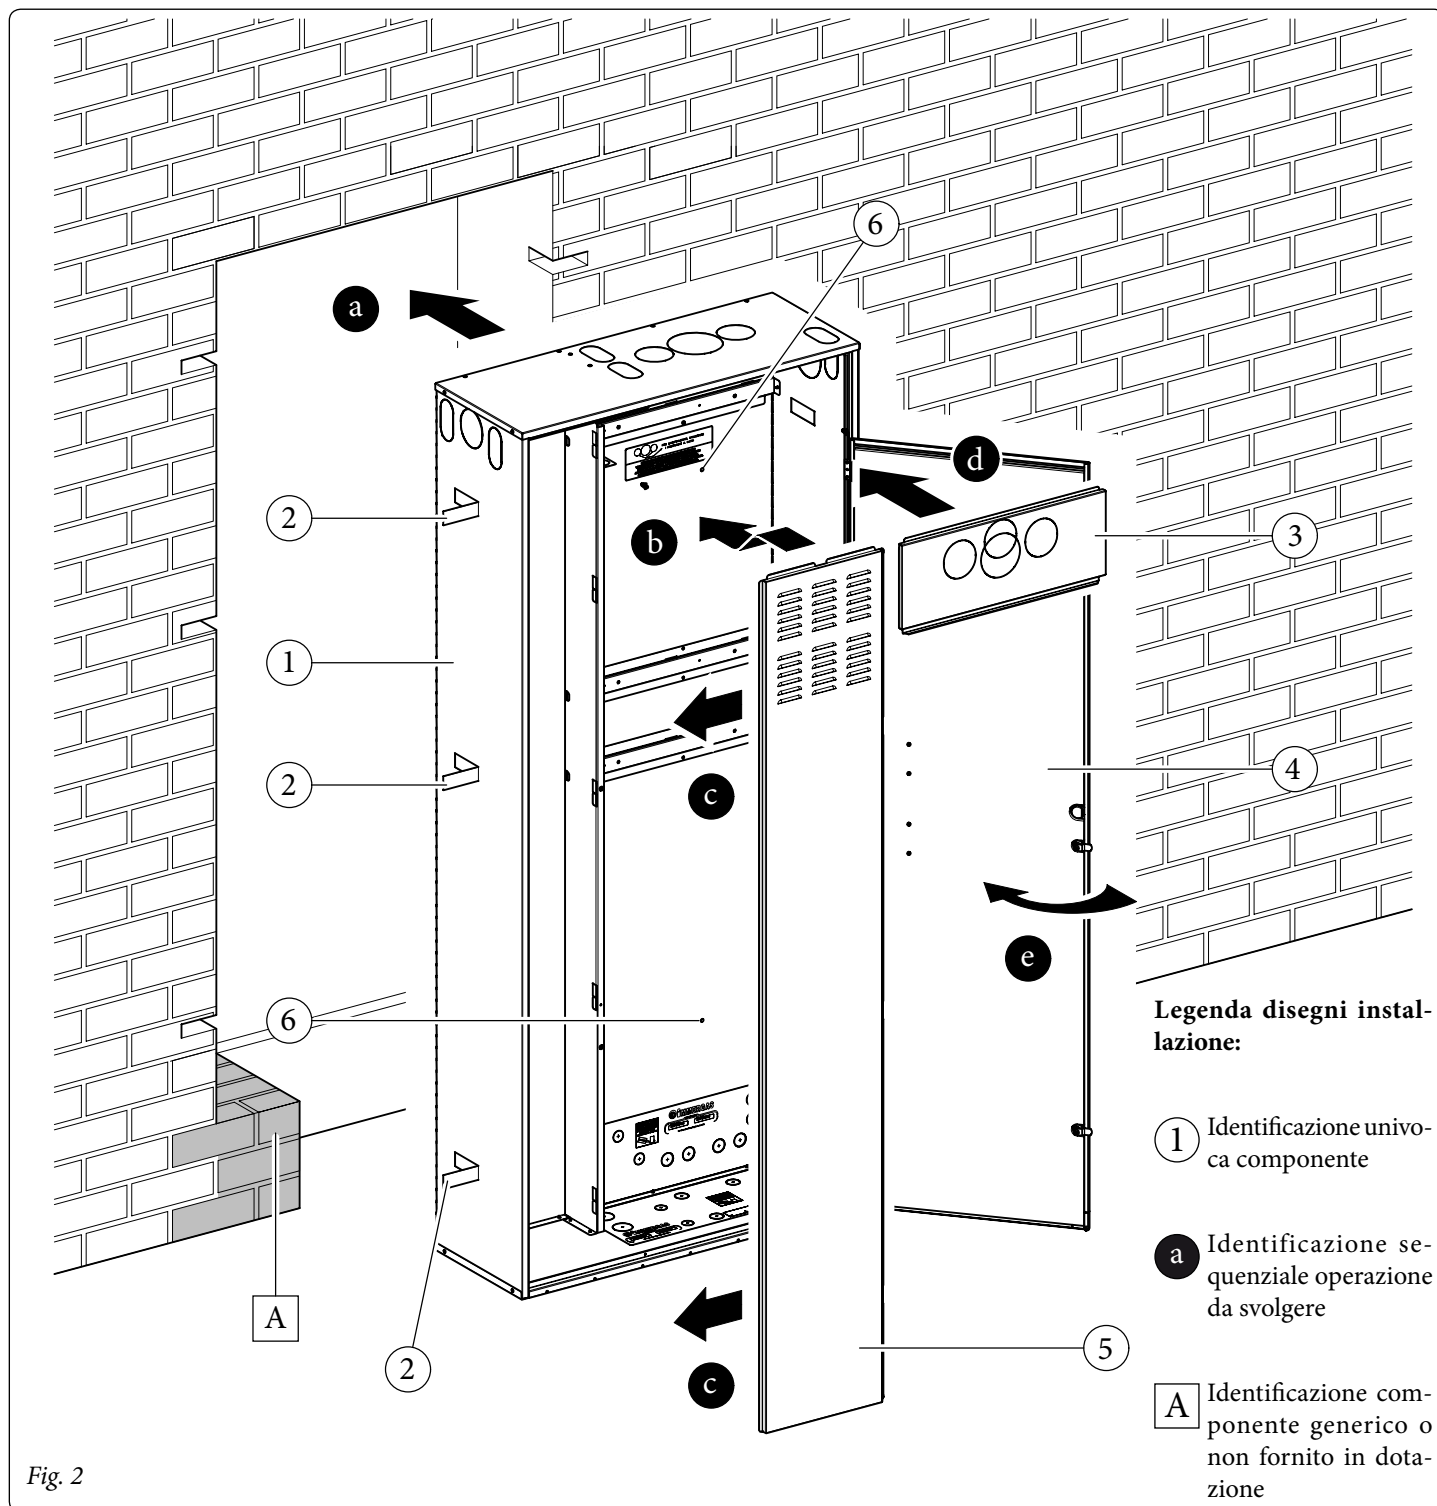

Fig. 2
- Predisporre le opere murarie creando un'apertura nella parete dove verrà installato il telaio (1), facendo attenzione a prevedere lo spazio per i sei spacchi per inserire le rispettive alette di sostegno (2) e uno spazio sotto il telaio sufficiente per poter effettuare gli allacciamenti del kit (Fig. 2).
**N.B.:** è importantissimo prevedere un massetto di sostegno (A) nella zona sottostante il kit Solar Container Combo in corrispondenza del punto d'appoggio del bollitore.
- E' possibile inoltre fissare il telaio al muro mediante tasselli non forniti utilizzando gli appositi quattro fori (6).
- Il kit Solar Container Combo viene chiuso dal coperchio laterale (5), dove è presente la griglia per l'aspirazione dell'aria, dal coperchio superiore (3) dove è possibile far uscire la fumisteria e dal portello (4) il quale è apribile mediante la maniglia e solo dopo avere sbloccato le tre serrature poste in verticale per poter accedere alla caldaia e al gruppo idraulico.